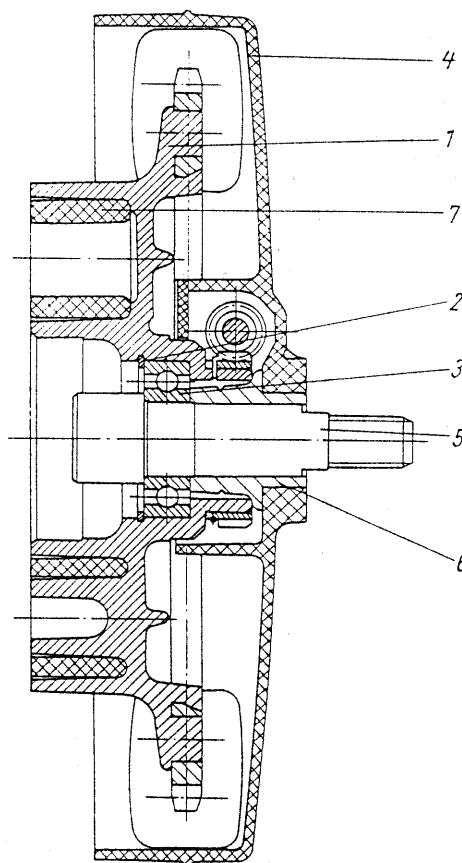

Fig. 35. Propulsion arrière du type ETZ 125 et du type ETZ 150
La construction de la propulsion arrière ressortit des figures 35 et 36. Le recouvrement de chaîne contient une douille (6) perçant entièrement le recouvrement ce qui permet de serrer l'écrou sur le boulon à bride (5) au couple de serrage possible sans détruire le recouvrement.
– ETZ 125 et ETZ 150 (fig. 35):